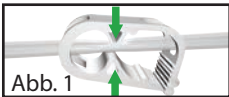

Abb. 1
4. Beide Schlauchklemmen festziehen, um ein Auslaufen des Schlauchinhalts zu verhindern (Abb. 1).
5. Beide Schlauchklemmen festziehen, um ein Auslaufen des Schlauchinhalts zu verhindern (Abb. 1).